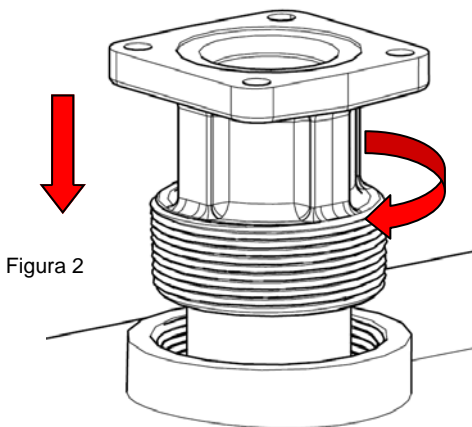

Figura 2
2. Atornille el reborde de entrada (con la tubería de succión) en el reborde del tanque; selle las roscas para impermeabilizarlas con un sellador de roscas apropiado (Figura 2).